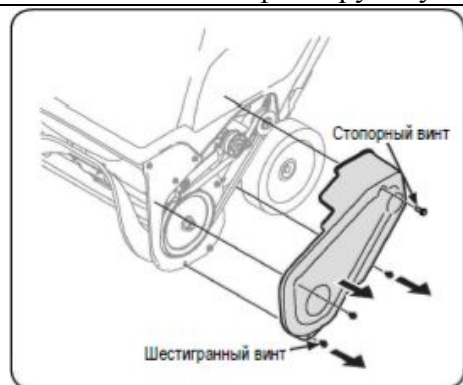

Рис. 19
4. Отсоедините защитный кожух ремня, выкрутив 3 шестигранных винта и 1 стопорный винт. См. Рис. 19.